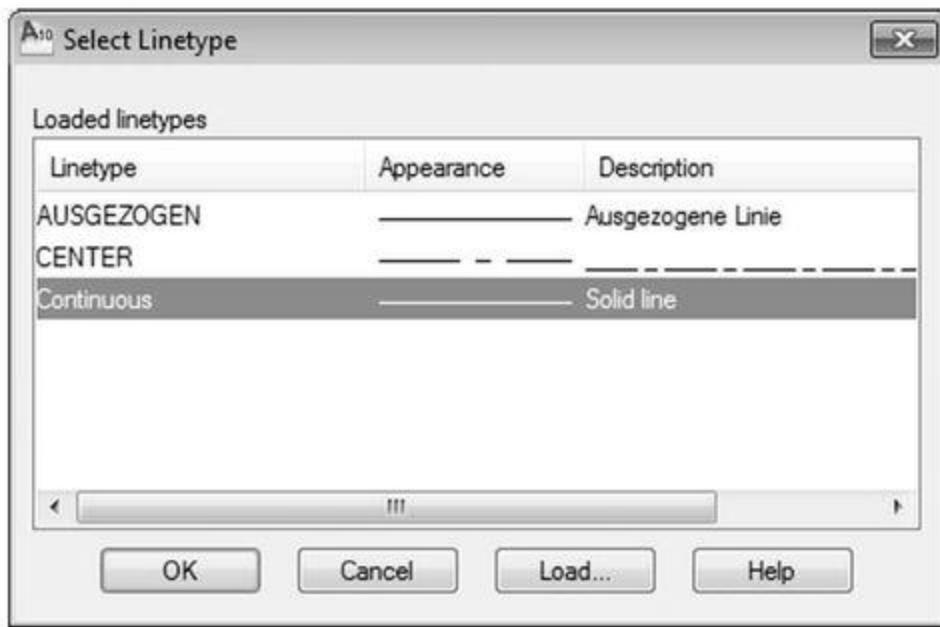

Рис. 7.7. Выбор типа линии для объектов слоя
4. Задание типа линии. Название в столбце Linetype (Тип линии) задает тип линии, который будет присваиваться объектам, построенным в этом слое и имеющим в качестве типа значение ByLayer. Если в Менеджере слоев щелкнуть мышью по значку типа линии (его образцу или наименованию типа), то раскроется диалоговое окно Select Linetype (Выбор типа линии), изображенное на рис. 7.7.